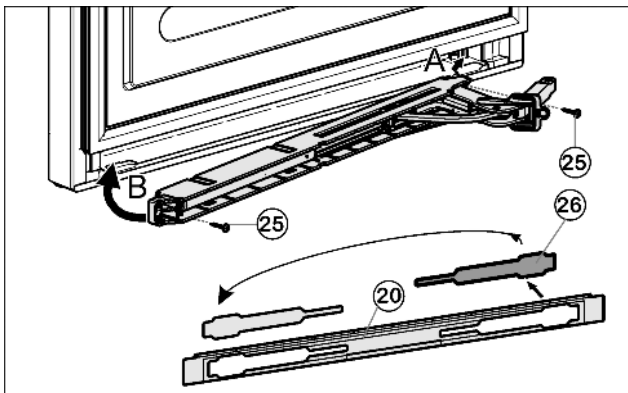

Fig. 15
- ▶ Abdeckung Fig. 15 (26) aus der Blende Fig. 15 (20) lösen und auf der anderen Seite wieder einsetzen.
- ▶ Schließdämpfereinheit mit dem Gelenk zur Scharnierseite zeigend einhaken (A) und einschwenken (B).
- ▶ Schließdämpfereinheit festschrauben (2 mal Torx® 15) Fig. 15 (25).